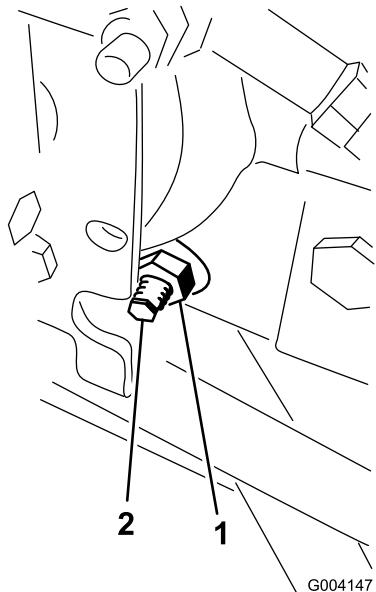

Figura 59
- No lado direito do hidrostato, solte a porca de bloqueio no excêntrico de ajuste da tracção (Figura 59).